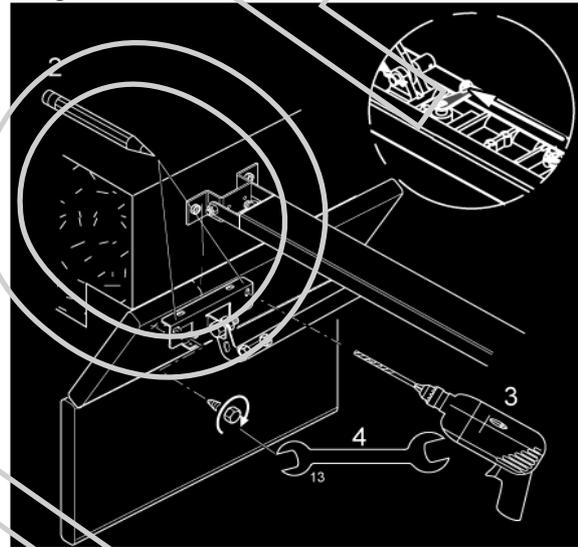

imagen22
Primero desbloquee el carro manualmente (imagen 22 (1)) y empujelo al frente (en dirección al dintel).
Marcar la posición correcta para la fijación a la puerta (imagen. 22 (2)). Perforar los agujeros necesarios en la puerta y atornillar la fijación puerta con 2 tornillos al mínimo (imagen 22 (3+4)).